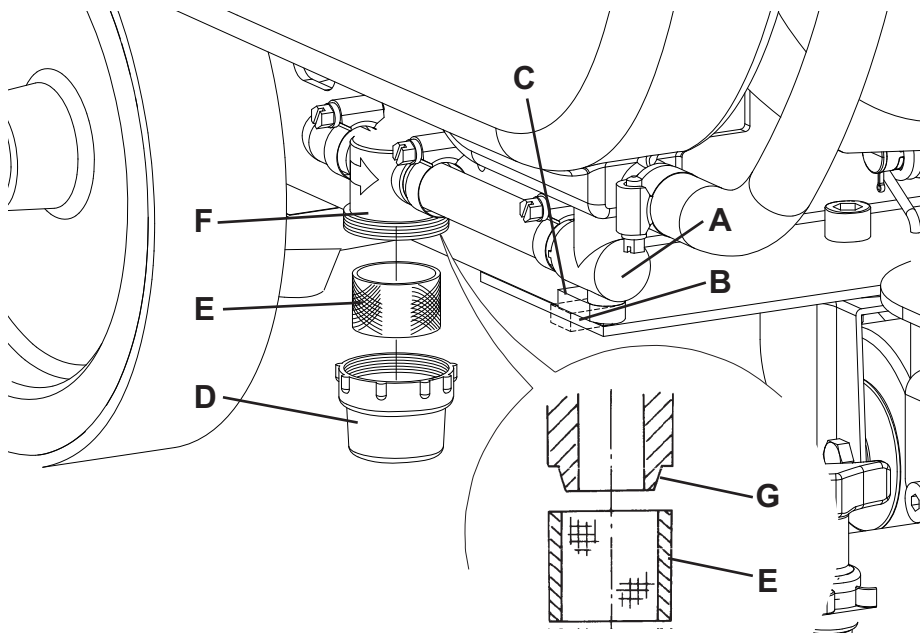

Abbildung 8
2. Den Zündschlüssel (80) auf "0" stellen.
3. Das Reinigungslösungsventil (A, Abb. 8) schließen. Das Ventil befindet sich unter dem Gerät hinter dem linken Hinterrad. Das Ventil (A) ist geschlossen, wenn es sich gegenüber der Leitung in Stellung (B) befindet. In Stellung (C) ist es geöffnet.
4. Durchsichtigen Deckel (D) abnehmen und Siebfilter (E) entfernen. Reinigen und in der Halterung (F) anbringen.